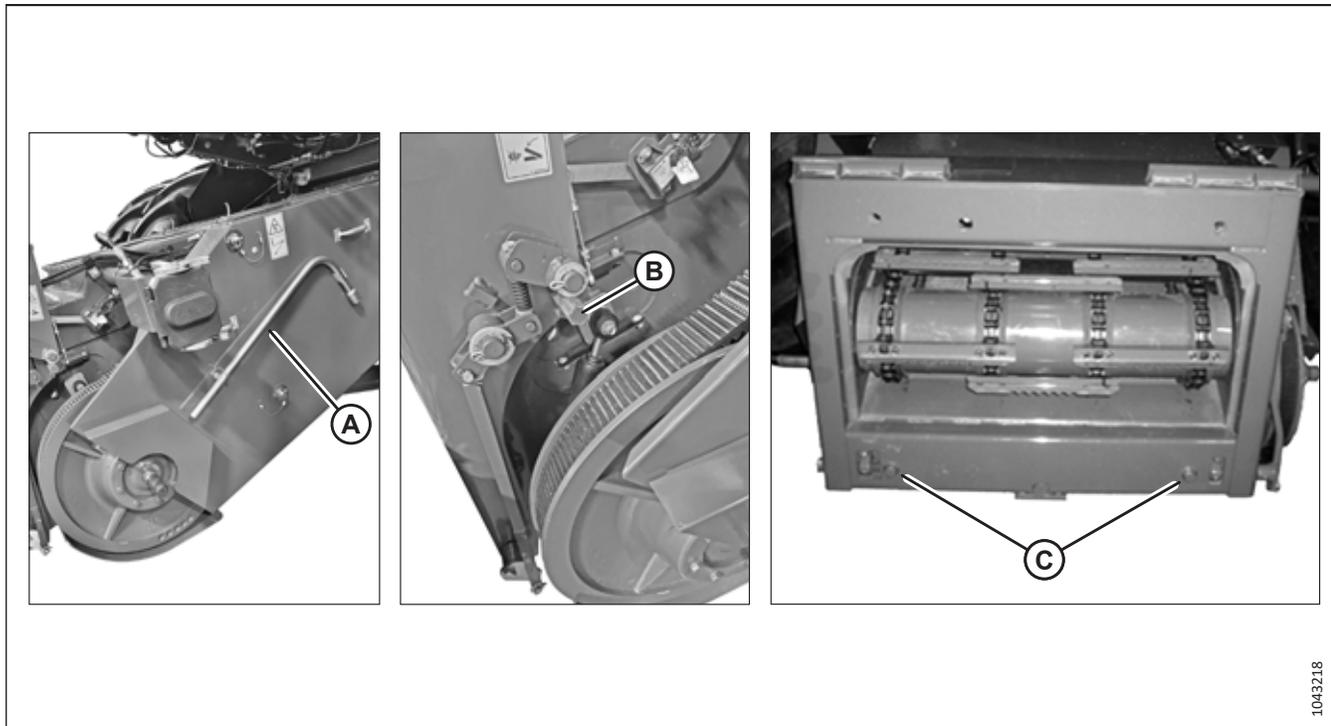

Figure 10.37: Convoyeur
Assurez-vous que les goupilles d'alignement (C) (voir figure 10.37, page 426) du convoyeur s'alignent avec les trous (B) dans le châssis du module de flottement.